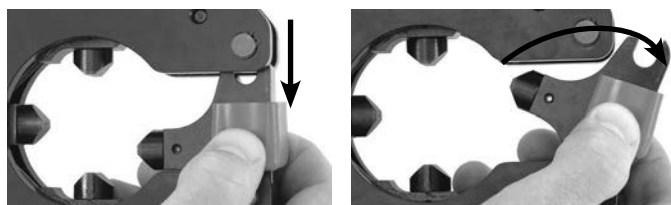

Figura 2 – Apertura/chiusura della Testa di pressatura
5. Se necessario, aprire la testa premendo la chiusura sul lato e ruotando verso l'esterno (Figura 2). Chiudere la testa intorno al connettore da pressare. Accertarsi che la chiusura sia ben chiusa - non attivare l'utensile con la chiusura a scatto aperta o parzialmente aperta.